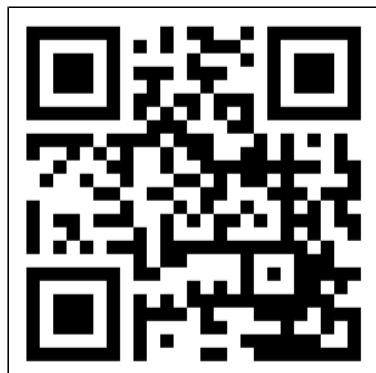

Figure 90.
1. Åbn Eurom Smart-appens brugervejledning med QR-koden (Figure 90), eller gå til www.eurom.nl/nl/brugervejlednings.